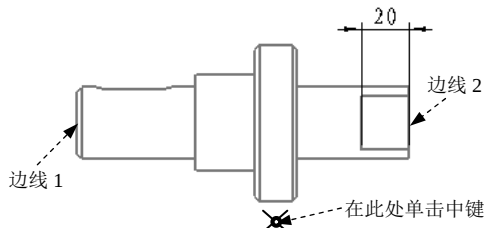

图 5.2.70 选取边线
Step7. 此时系统弹出“选择参考”对话框,按住 Ctrl 键,依次选取图 5.2.70 所示主视图中的两条边线,在图 5.2.70 所示的位置单击中键,此时在主视图中显示尺寸,如图 5.2.71 所示。